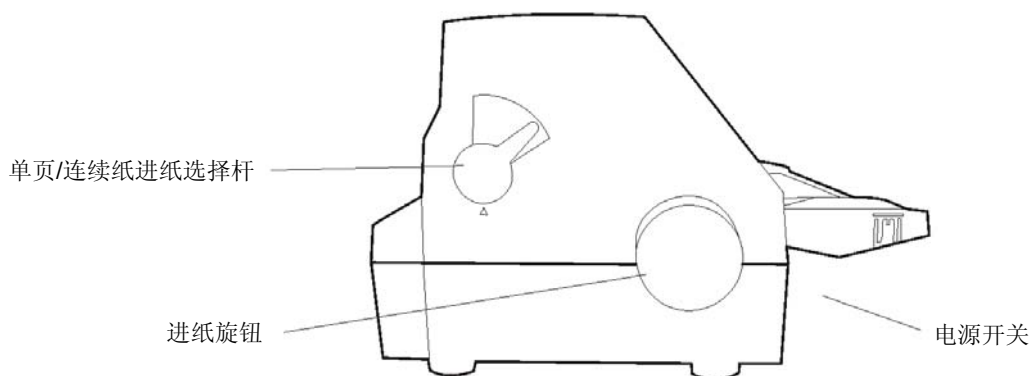

图 3-7 设定单页/连续纸进纸位置（连续纸）
2. 把单页/连续纸进纸选择杆拨到连续纸位置（如图 3-7 所示）。